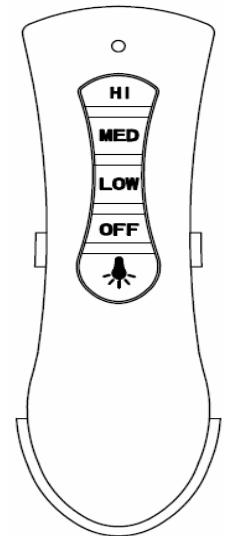

Fig. 15b
3. Glissez la télécommande dans le support. (Fig. 15b).